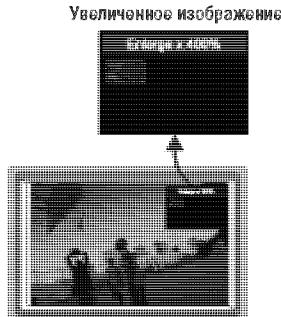

Рис. 21. Okno параметров увеличения
Коэффициент увеличения и положение увеличивающего фрагмента изображения отображаются в небольшом полупрозрачном всплывающем окне, которое появляется в правом верхнем углу экрана (рис. 21):
- с помощью кнопок «ZOOM +» и «ZOOM -»¹ инфракрасного пульта дистанционного управления (рис. 44). Во всплывающем информационном окне на экране непрерывно отображаются коэффициент увеличения и положение увеличиваемого фрагмента (рис. 21);